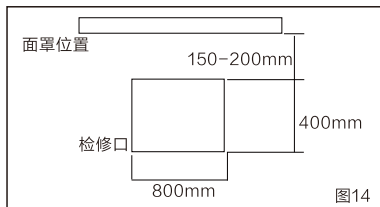

图14
(1) 根据主机位置在石膏板上预留检修口，检修口尺寸 $400\times 800\text{mm}$ ，检修口与面罩间距 $150\sim 200\text{mm}$ （图14）